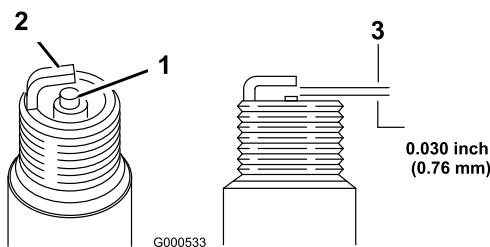

Figura 38
- Mire la parte central de la bujía (Figura 38). Si se observa un color gris o marrón claro en el aislante, el motor está funcionando correctamente. Si el aislante aparece de color negro, significa que el limpiador de aire está sucio.
- Compruebe la separación entre los electrodos central y lateral (Figura 38). Si la distancia no es correcta, doble el electrodo lateral (Figura 38).